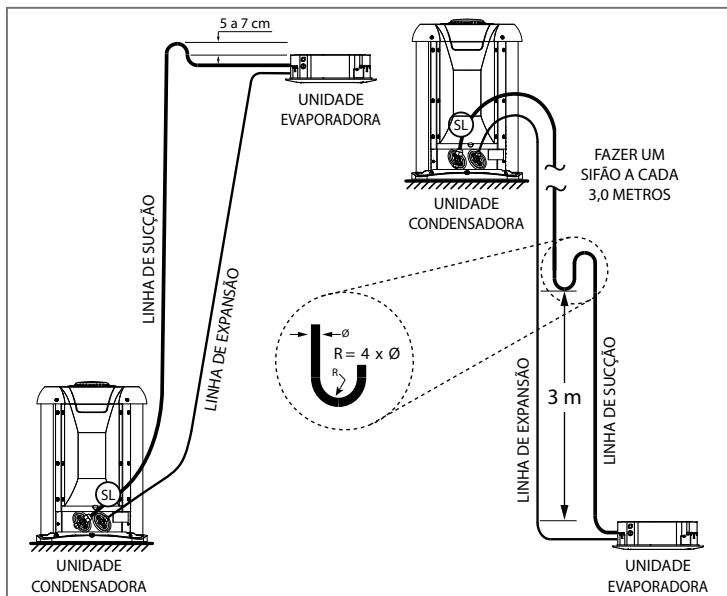

FIG. 29 - INSTALAÇÃO LINHAS DE INTERLIGAÇÃO
- Quando a unidade condensadora estiver em um nível superior ao da unidade evaporadora, fazer sifões nas subidas da linha de sucção a cada 3,0 m, considerando desde a saída da evaporadora. (Fig. 29)